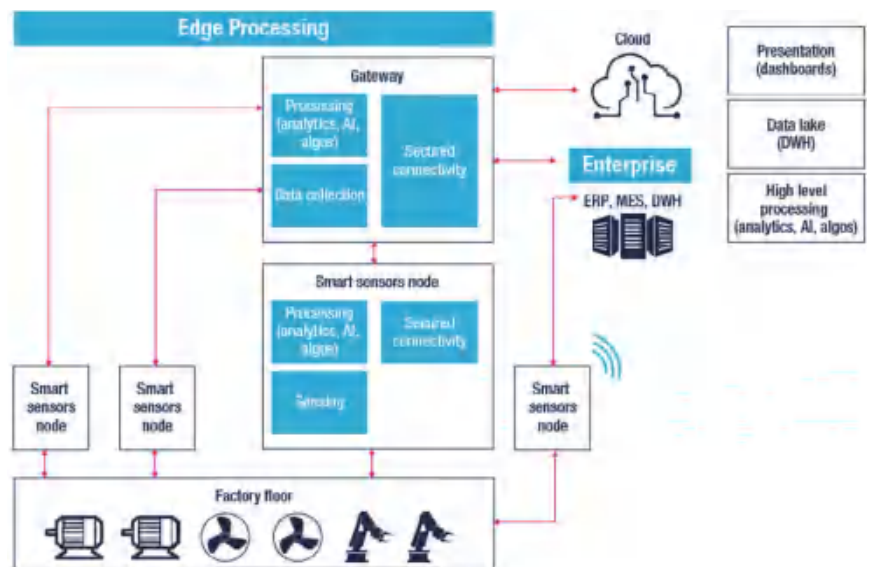

图1：工厂中的传感器收集和分析数据以支持合理的决策。
最成功的最先进的智能工厂发现自动化、机器学习 (ML) 和人工智能 (AI) 是必不可少的构建块。这些模块通过监控流程、产品和资产来帮助工厂通过传感器收集数据。然后，他们首先分析数据，建立一个知识库，使工厂和机器能够做出及时合理的决策。然后，这些决策可以帮助提高效率、降低成本并提高生产力。图 1 显示了具有关键组件的现代工厂的框图。